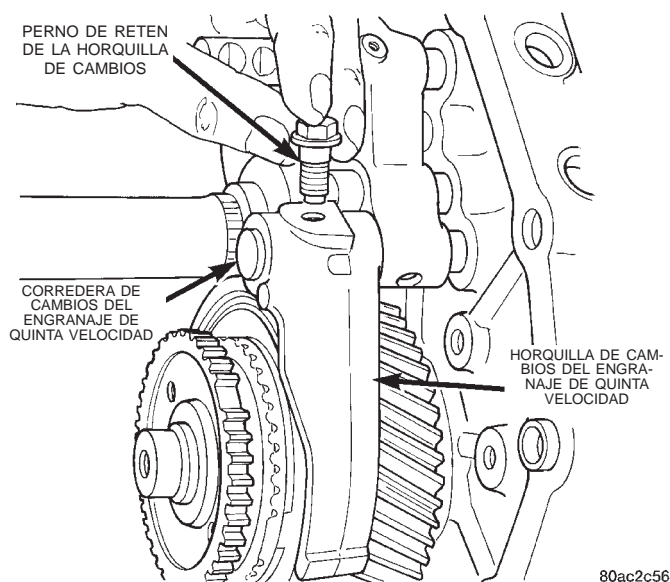

Fig. 51 Desmontaje del perno de retén de la horquilla de cambios
(3) Retire el perno que fija la horquilla de cambios del engranaje de quinta velocidad en la corredera de cambios (Fig. 51).